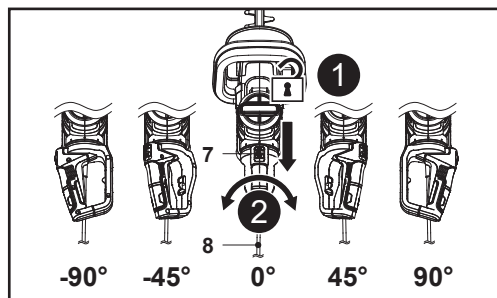

Fig. 5
1. Împinge înapoi butonul de blocare a mânerului rotativ (7) și ține-l în poziție (Fig. 5, pasul 1).
2. Rotește mânerul posterior (8) ușor spre stânga sau spre dreapta (fig. 5, pasul 2).
3. Eliberează butonul de blocare a mânerului rotativ (7) și mișcă în continuare mânerul posterior (8) până când se fixează în poziție cu un clic.